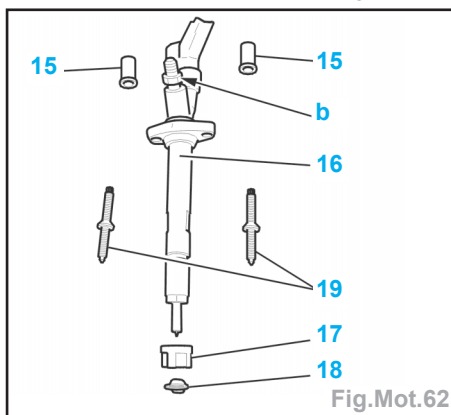

Fig.Mot.62
• ne pas intervenir sur l'écrou (b) (Fig.Mot.62).